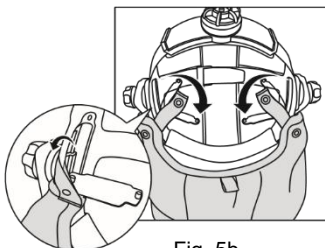

Fig. 5b
Étape 2 : Détachez les boutons-pression situés à l'intérieur du serre-tête. Enfilez la sangle élastique dans la boucle et attachez les boutons sur la sangle. (Voir fig. 5b).